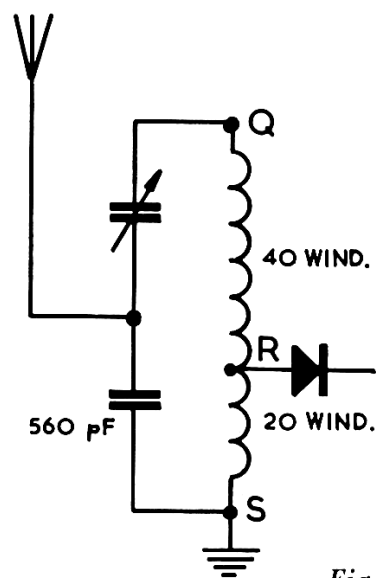

Fig. B33
24. De punten 24 t/m 33 gelden, als je tussen ongeveer 30 en 100 km van de zendantennes woont. We maken nu een antennespoel met 60 windingen en één aftakking. In fig. B33 is getekend, wat er dan in het „principeschema” van blz. 16 verandert. Het voordeel van het gebruik van deze spoel is, dat de gevoeligheid van de „Pionier II” nu bij elke afstemming even groot is, terwijl storingen door kortegolfzenders onmogelijk zijn. Ook heeft de grootte van de antenne nu nog maar weinig invloed op de afstemming. Bij de aansluiting van de 60-windingenspoel zijn echter niet veel variaties mogelijk, zodat toepassing alleen voordelen biedt bij middelgrote afstanden tot de zendantenne(s).